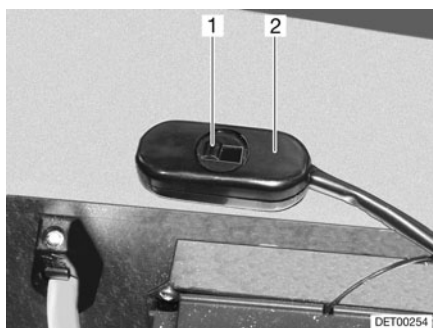

Fig. 157 Interruptor para la reducción de la velocidad
La velocidad de la bomba de circulación se puede ajustar con el conmutador deslizante (Fig. 157,2). Con una velocidad reducida disminuyen los ruidos de rodadura de la bomba.
- Desplazar la corredera (Fig. 157,1) hacia la derecha. Se reduce la potencia.